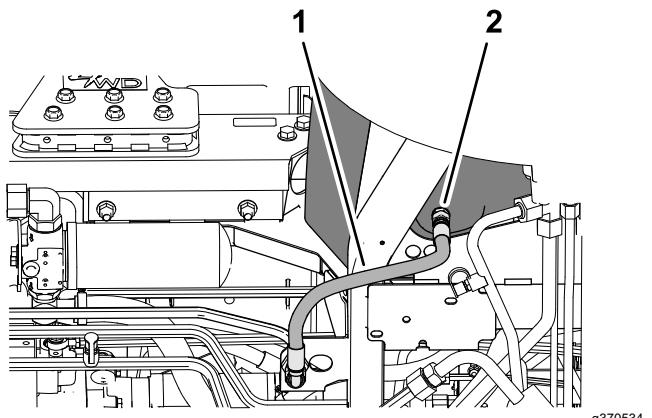

Figure 165
- Placez le bac de vidange sous le réservoir hydraulique (Figure 165).